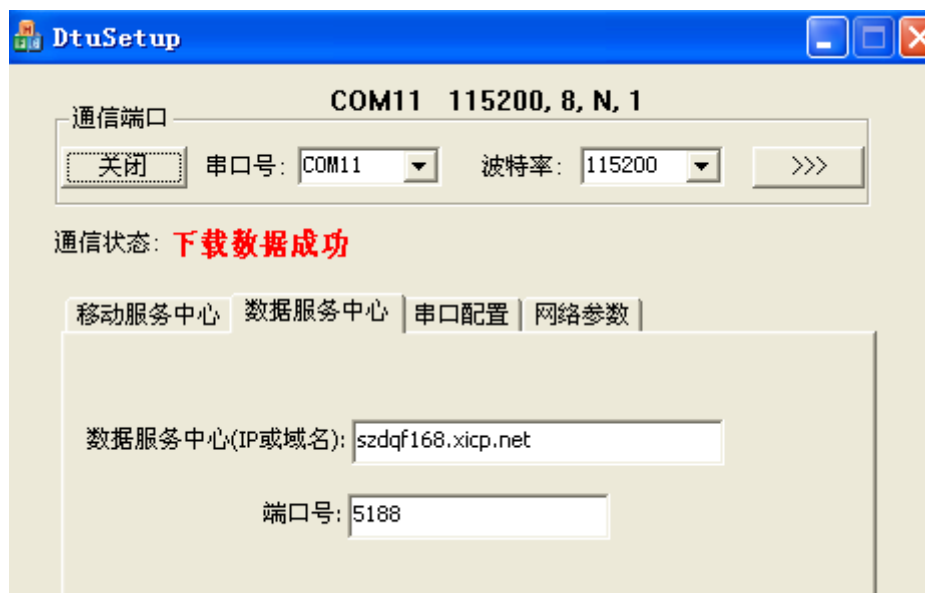

图 29 数据服务中心配置
3) 数据服务中心配置 如下图 29 所示为数据服务中心参数配置界面，直接在空栏中修改填写即可。